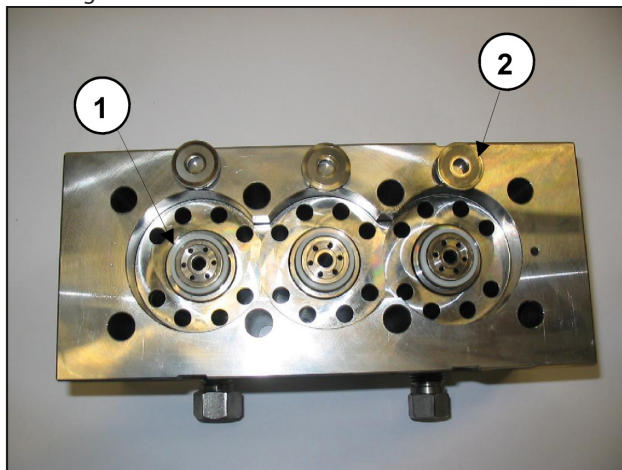

Fig. 23
Durant le démontage des chemises, faire attention à ne pas perdre les sièges de soupapes ① et les soupapes plates ② comme le montre la Fig. 23 car elles pourraient tomber du fait qu'elles sont simplement posées sur le fond.